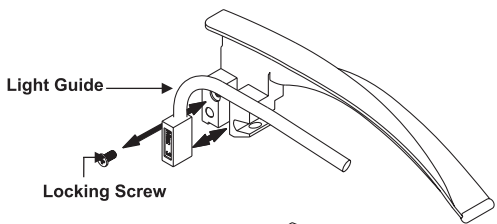

Fig 4
Nel Gima Green i fusti delle lame a fibre ottiche sono amovibili e intercambiabili con una lama delle stesse dimensioni. Svitando la vite di bloccaggio laterale come mostrato in Fig. 4, si potrà rimuovere la guida di luce per la pulizia, le riparazioni o la sostituzione.
1. Rimuovere la vite di bloccaggio con un cacciavite come mostrato in Fig. 4.